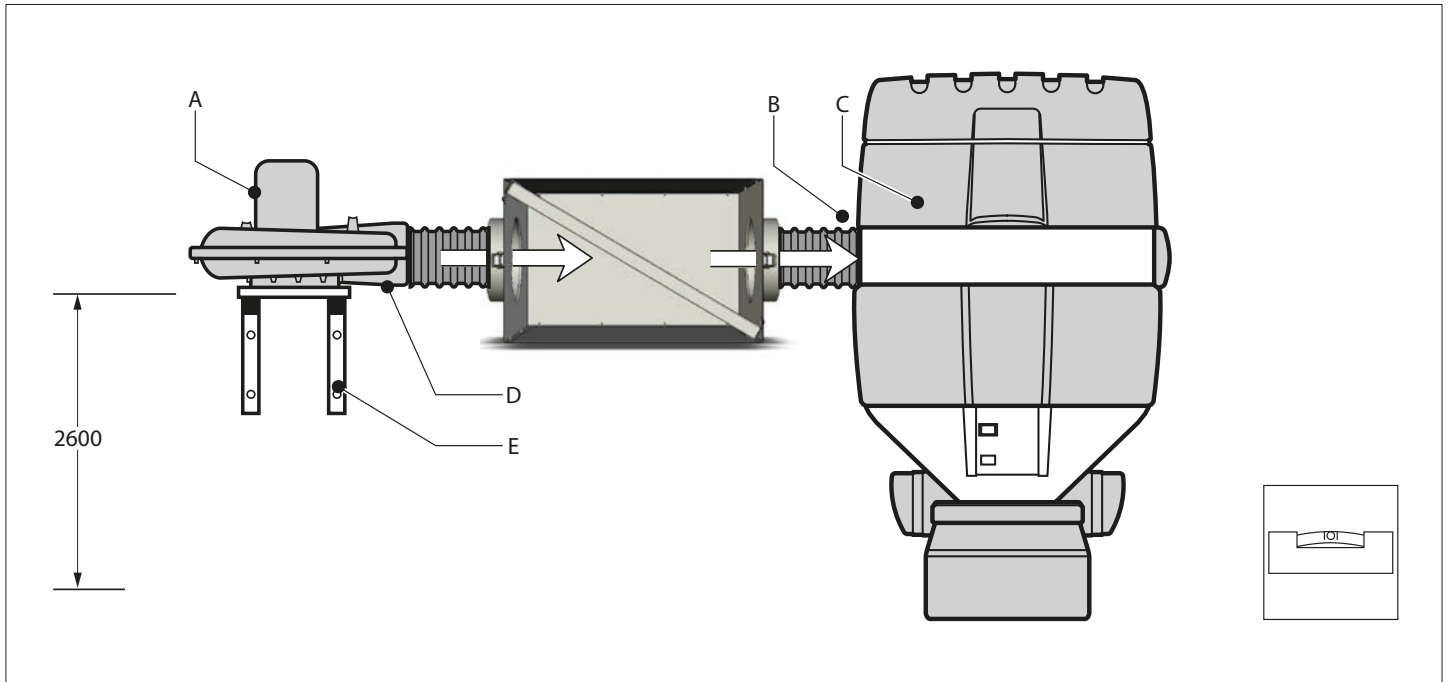
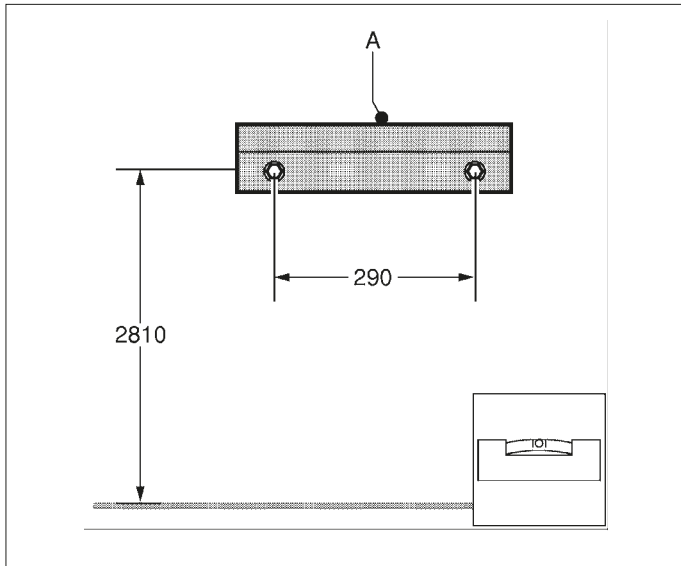

Fig. 4.1
Fig. 4.2
Montez le SFS (Fig. 4.1 C) de telle façon que l'orifice d'admission (Fig. 4.1 B) se trouve aligné horizontalement sur l'orifice de sortie (Fig. 4.1 D) du ventilateur d'évacuation. Dans la configuration standard, le SFS est placé à droite du ventilateur d'évacuation (Fig. 4.1 A).
Voir la Fig. 4.2 pour la hauteur conseillée pour la console murale. Pour le montage des consoles murales (NMB ou TNB) (Fig. 4.1 E) et du ventilateur d'évacuation, voir les manuels correspondants.
Avant de monter les consoles murales (Fig. 4.2 A), vérifiez si le mur est assez solide. Le poids net du SFS est de 85 kg (187 lbs) environ. Lors du perçage, faites attention aux tuyaux de gaz, d'eau ou de câblage électrique éventuellement présents. Ne placez pas le SFS dans des endroits exposés aux vibrations ou à un rayonnement de chaleur provenant de sources de chaleur. Respectez les conditions ambiantes spécifiées plus haut.
- Montez la console murale (Fig. 4.2 A). Voir la Fig. 4.2 pour la hauteur conseillée et les diamètres de perçage. La hauteur conseillée mentionnée s'applique si le bras d'extraction est monté à 2600 mm (102.4 in.) et si le SFS se trouve aligné horizontalement sur l'orifice de sortie du ventilateur d'évacuation. Assurez un espace suffisant (700 mm [27.6 in. minimum]) du côté supérieur ; en effet, lors du changement du filtre, l'enveloppe de filtre doit être démontée.